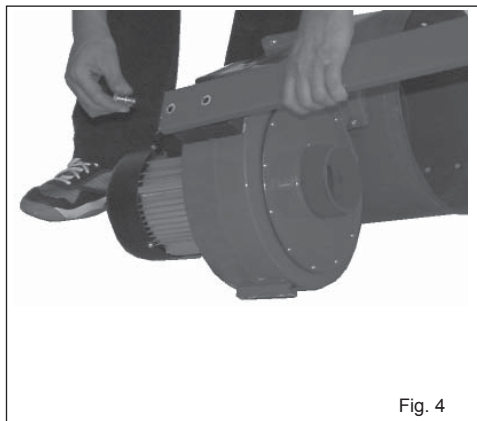

Fig. 4
3. Sujetar los dos soportes del colector con apoyos sobre el conjunto motor utilizando los tornillos, las arandelas y las tuercas correspondientes (**Fig. 4**).